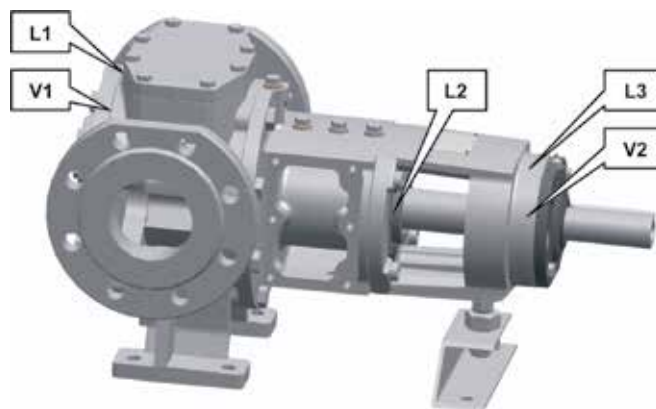

Bild 1 – Indikering av övervakningsmöjligheter och rekommenderade placeringar (valfritt)
Det är alltid av största vikt att ytemperaturerna övervakas i följande områden – se bild 1:
- Övervakning av yttemperaturer på angivna områden på pumphuset (se bild 1 och 2) och reglering eller övervakning av spärrvätskan om axeltätningen är vätskekyld räcker vanligtvis som skydd mot potentiellt farliga situationer.